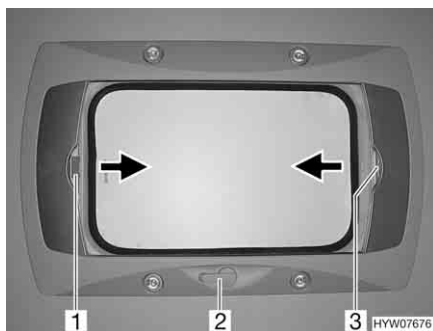

Fig. 61 Oblò a manovella
- Ruotare la manovella (Fig. 61,2) fino a quando non si incontra resistenza.
- Tirare la tendina oscurante pieghevole per la maniglia (Fig. 61,3) nella direzione della freccia fino alla posizione desiderata e rilasciare. La tendina oscurante pieghevole rimane in questa posizione.
- Tirare la zanzariera a rullo per la maniglia (Fig. 61,1) nella direzione della freccia verso la maniglia contrapposta della tendina oscurante pieghevole (Fig. 61,3) e farla innestare.
- Tirare la maniglia della zanzariera a rullo (Fig. 61,1) dietro, verso l'alto, e sganciare la zanzariera a rullo dalla tendina oscurante pieghevole (Fig. 61,3).